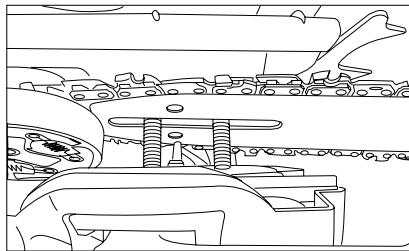

Fig. 9
9. Réinstallez le couvercle de protection avec la protection du frein de chaîne de sorte que les boulons soient insérés dans leurs trous et que la goupille de réglage de la tension de la chaîne se trouve dans le trou inférieur du guid-chaîne (fig. 9).